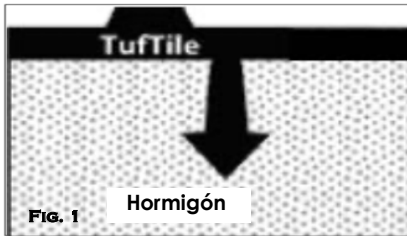

Fig. 1
2. Slowly press tile into concrete starting at one side and continue placement until the bottom is flush with the surface. **(Fig 1)**
2. Despacio y con cuidado ubique la baldosa en el hormigón empezando por un lado y continuando hasta que la baldosa entera sea uniforme con la superficie. (Fig. 1) **IMPORTANTE: No se pare encima de la baldosa durante la instalación.**